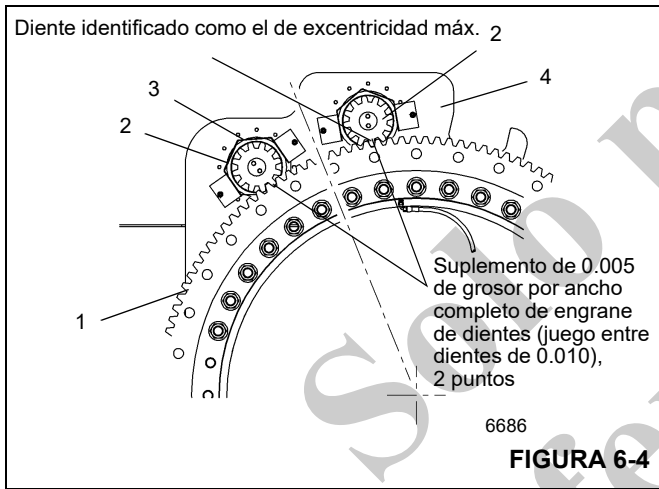

FIGURA 6-4
5. Oriente la corona dentada de modo que su punto de excentricidad máxima ("punto alto") se encuentre entre los mandos de giro. Coloque los mecanismos de giro de modo que el piñón quede centrado dentro de la muesca recortada en la base y que las lumbreras del motor queden orientadas hacia el lado exterior (Figura 6-4).